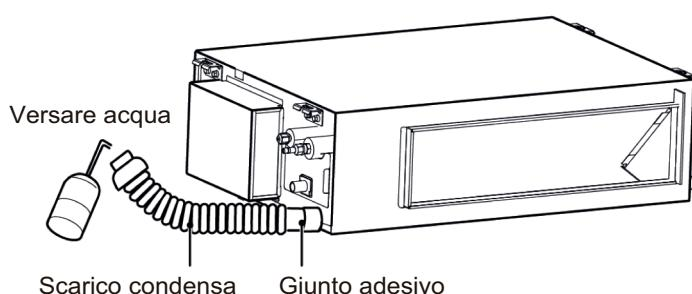

Fig. 4.17
1) Collegare il tubo di drenaggio all'altro scarico della vaschetta e versare circa 1 litro di acqua (come mostrato in Fig. 4.17). (Al termine del test, rimuovere il tubo di drenaggio e reinstallare il tappo della vaschetta).
- 1) Collegare il tubo di drenaggio all'altro scarico della vaschetta e versare circa 1 litro di acqua (come mostrato in Fig. 4.17). (Al termine del test, rimuovere il tubo di drenaggio e reinstallare il tappo della vaschetta).